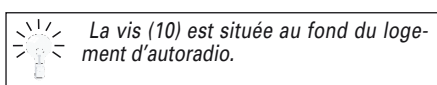

FIG.17
- Déposer la vis (10) (Fig.17).